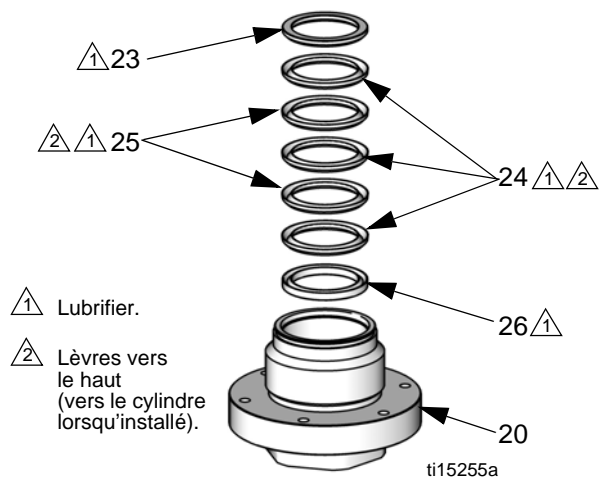

FIG. 10. Joints en V de presse-étoupe
9. Retirer la tige de raccordement (14) et les soufflets (7).
10. Utiliser une clé hexagonale de 5 mm pour retirer les trois vis (17) et les rondelles (18), puis retirer la chambre (1) des soufflets. Retirer et jeter le joint torique (12) de la chambre des soufflets.
11. Utiliser une clé à douille de 54 mm (2 1/8 po) pour retirer l'écrou du presse-étoupe (20).
Retirer les presse-étoupes (23, 26), les joints (24, 25) des presse-étoupes et le ressort (22). Voir FIG. 10, page 14.